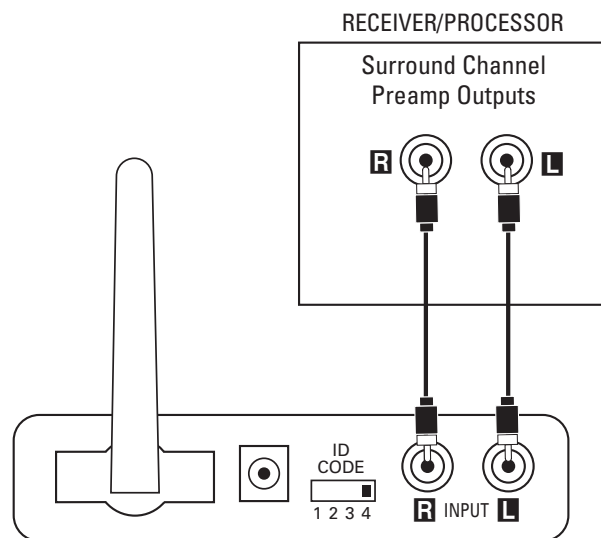

Bild 1.
Steg 1. Koppla anslutningskabeln (medföljer) till de vänstra och högra förstegsutgångarna för bakre surround på källans baksida och till ingångarna på sändarmodulen (14), se bild 1.